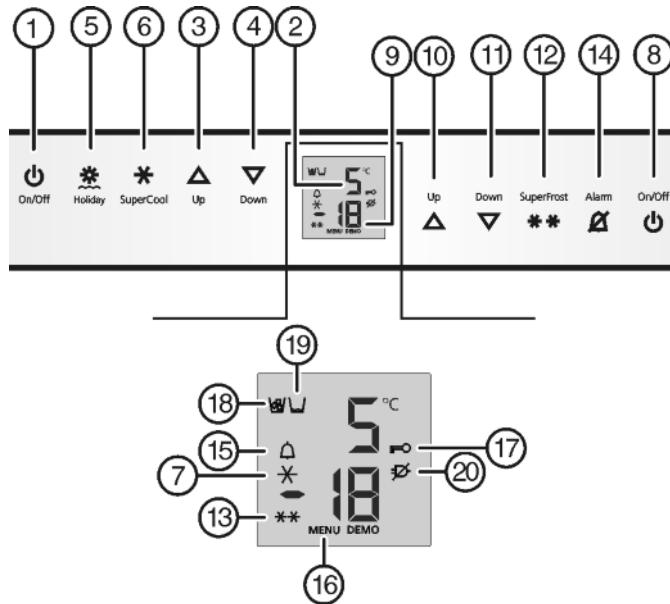

Fig. 2
- Для включения защиты от детей коротко нажмите клавишу SuperFrost Fig. 2 (12).
- Символ "Защита от детей" Fig. 2 (17) горит. На индикации мигает **c1**.
- Для выключения защиты от детей коротко нажмите клавишу SuperFrost Fig. 2 (12).
- Символ защиты от детей Fig. 2 (17) гаснет. На индикации мигает **c0**.
- Выход из режима настройки: нажмите кнопку On/Off морозильного отделения Fig. 2 (8).
- Нажмите кнопку On/Off морозильного отделения Fig. 2 (8).
- Нажмите кнопку Alarm Fig. 2 (14).
Одновременно мигает индикация температуры и символ тревоги Fig. 2 (15).
Звуковой сигнал выключается автоматически, символ аварийного сигнала Fig. 2 (15) выключается и индикатор температуры перестает мигать, если температура снова становится достаточно низкой.
- Нажмите кнопку On/Off холодильного отделения Fig. 2 (1).
- Холодильное отделение и отделение BioFresh включены: Индикатор температуры холодильного отделения Fig. 2 (2) светится. При открытии двери холодильного отделения включается внутреннее освещение.
- Активация режима настройки: удерживайте кнопку SuperFrost Fig. 2 (12) прибл. 5 секунд.
- Символ меню Fig. 2 (16) горит.
- Коротко нажмите кнопку SuperFrost Fig. 2 (12) для подтверждения.
- Нажмите кнопку *Alarm* Fig. 2 (14).